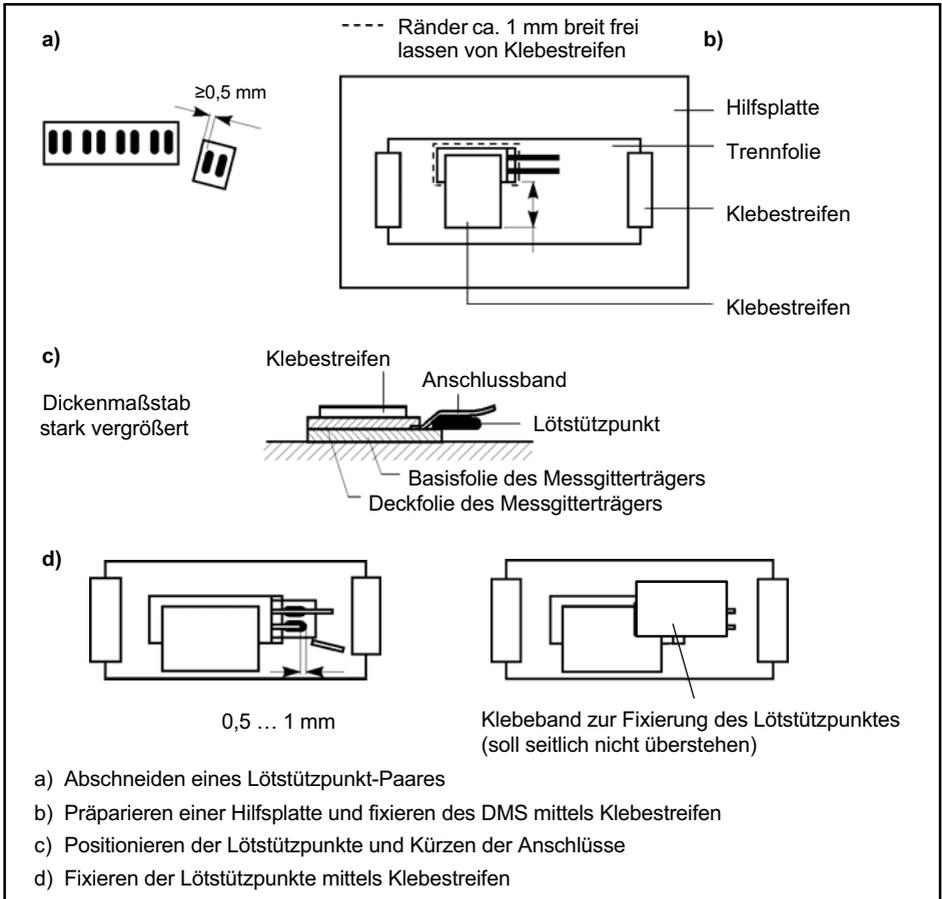

Abb. 3.6 Hilfstechik 2 zum Installieren eines DMS
- ▶ Schneiden Sie von einem Lötstützpunkt-Streifen ein Paar ab (der überstehende Rand soll mindestens 0,5mm breit bleiben), *Abb. 3.6, Skizze a*.
- ▶ Kleben Sie auf die Oberseite des DMS einen Klebestreifen, der seitlich ca. 10 bis 15mm über den Rand des DMS hinausragt. Die übrigen drei Ränder des DMS sollen frei bleiben! Siehe *Abb. 3.6, Skizze b*. Kleben Sie den DMS mit dem überstehenden Teil des Klebestreifens auf die Trennfolie.
- ▶ Schieben Sie den Lötstützpunkt zwischen Basisfolie des Messgitterträgers und Anschlüsse, siehe *Abb. 3.6, Skizze c*, und kürzen Sie die Anschlussbändchen.
- ▶ Verbinden Sie DMS und Lötstützpunkt mit Klebeband; bedecken Sie dabei die Metallfläche ganz mit Klebeband, siehe *Abb. 3.6, Skizze d*. Nehmen Sie den installationsbereiten DMS mitsamt der Trennfolie von der Hilfsplatte und halten Sie ihn zum Installieren bereit.